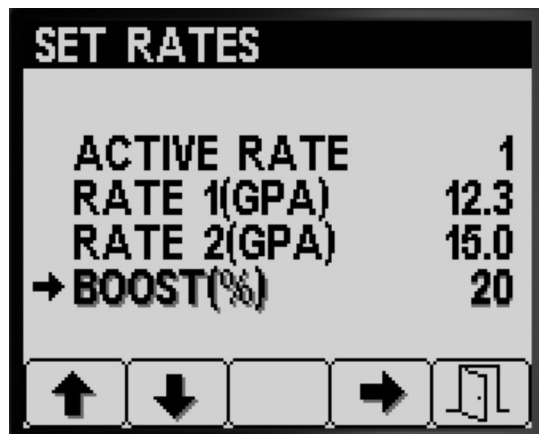

Figura 8
1. Premete il pulsante 1 o 2 per navigare fino all'opzione percentuale del volume di aumento (Figura 8).